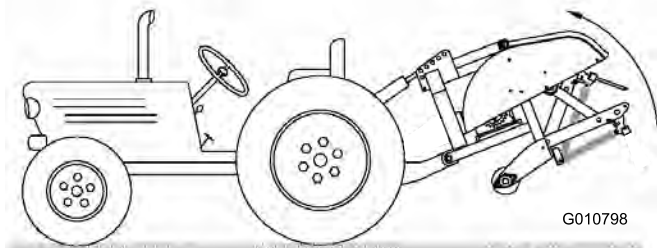

Figure 9
2. Relevez complètement l'aérateur et rétractez complètement le vérin du bras de liaison supérieur ou la biellette supérieure (Figure 9).